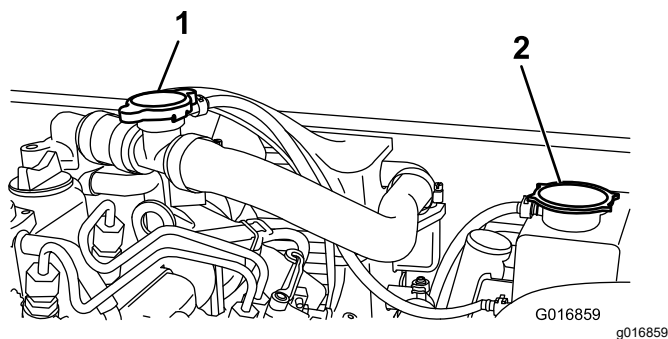

Figure 48
2. Enlevez le bouchon du réservoir de trop-plein du radiateur (Figure 48).
2. Enlevez le bouchon de remplissage (Figure 48) et faites le plein de liquide de refroidissement.
3. Remettez le bouchon de remplissage en place et retirez le bouchon du réservoir de trop-plein (Figure 48).